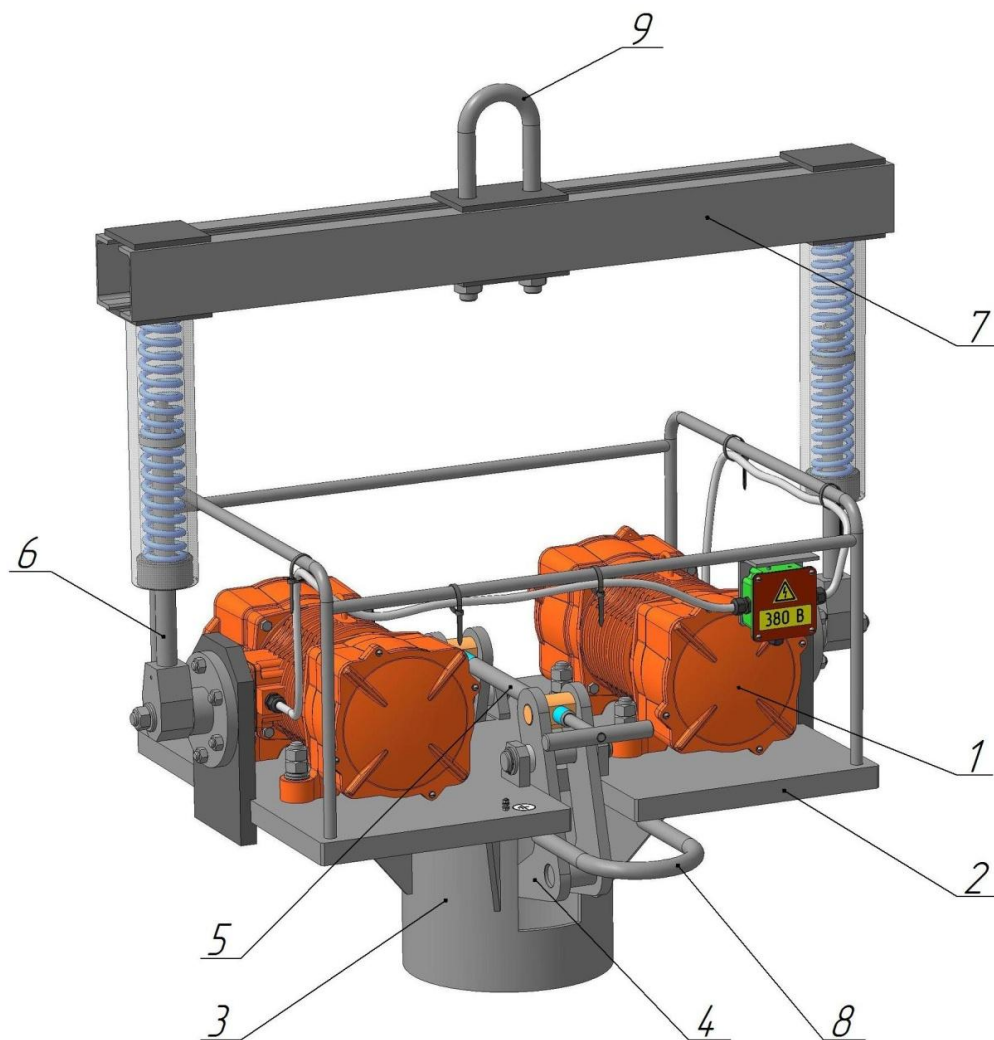
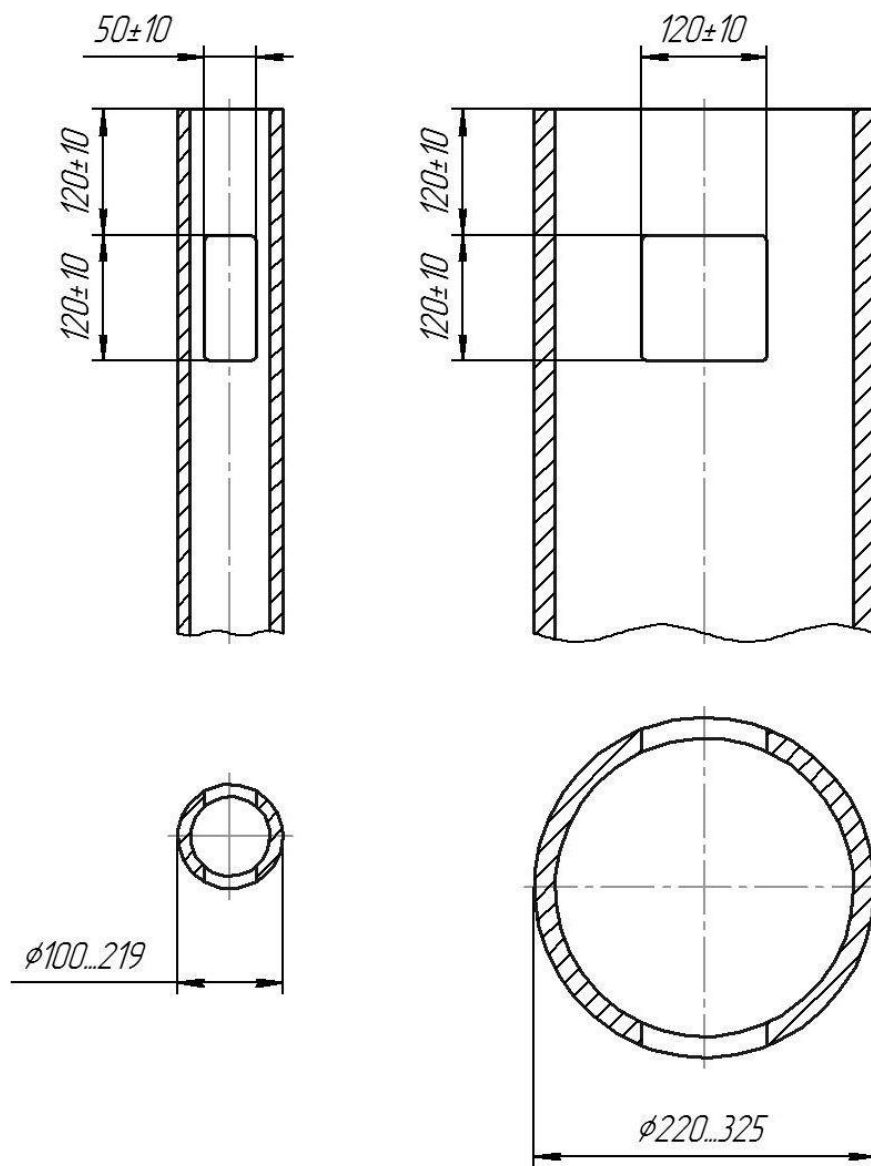

Рисунок 2. Вибропогружатель ВП – 48-25М
Рисунок 4. Расположение и форма пазов для крепления в трубах от $\phi 100$ до $\phi 325$.
Вибропогружатель ВП – 48-25М (рисунок 2) состоит из: траверсы (поз. 7), плиты (поз. 2) и наголовника (поз. 3). Два вибратора (поз. 1) установлены на плите (поз. 2), которая крепится к подпружиненным штокам траверсы (поз. 6).
Фиксация погружаемого элемента в наголовнике вибропогружателя осуществляется за счет сведения «когтей» (рисунок 2; поз. 4) при помощи регулировочного винта. Для передачи колебаний погружаемому элементу обязательно должно быть обеспечено его жесткое крепление в наголовнике вибропогружателя. Для жесткой фиксации, в погружаемых трубах (в верхней части) необходимо сделать пазы для захвата их «когтями» вибропогружателя (рисунок 4).
7.4 Порядок работы с вибропогружателем (рисунок 2): развести «когти» (поз. 4) при помощи регулировочного винта (поз. 5); приподнять вибропогружатель используя скобу грузовую (поз. 8); опустить его на бок грузовой скобой вверх; завести погружаемый